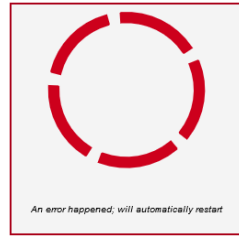

Bild 33: Anmeldefehler
**Benutzerzahl** Bedingt durch die begrenzten Hardwareressourcen der SPS wurde die maximale Zahl gleichzeitig angemeldeter Benutzer (Clients) auf drei begrenzt. Weitere Benutzer erhalten eine Fehlermeldung, bis sich ein anderer Benutzer abgemeldet hat (Bild 33).